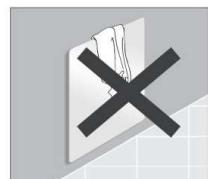

Fig 6
- Si raccomanda di non coprire mai l'apparecchio per evitare surriscaldamenti pericolosi. (**Fig. 6**)